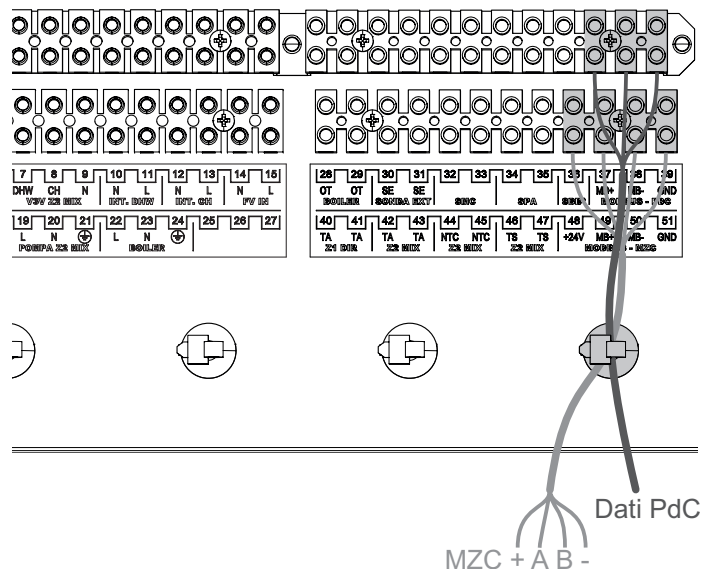

Figura 2.35
- Collegare il cavo dati (AWG22) della PdC e quello del Controllo remoto (MZC) alle morsettiere e bloccarli con l'apposita fascetta (Figura 2.35).